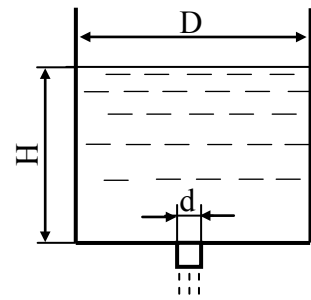

Рисунок 11.6
11.2.9 Визначити час спорожнювання циліндричного резервуара через циліндричний насадок, якщо початковий рівень рідини дорівнює H , діаметр бака D , діаметр насадки d (рис. 11.6).